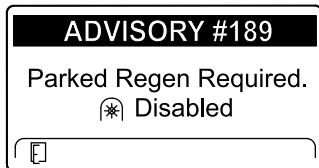

Figura 50
- Si no se realiza la regeneración con la máquina aparcada en un plazo de 2 horas, el InfoCenter muestra ADVISORY #189 (Aviso n.º 189) solicitando la regeneración con la máquina aparcada e indicando la desactivación de la toma de fuerza (Figura 50).